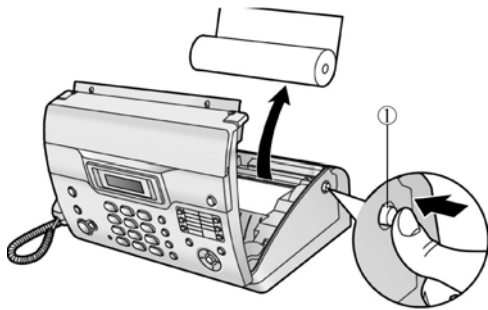

图 3-22 取出记录纸
① 断开电源线和电话线。
② 按下顶盖按钮（①）打开顶盖，小心地取出记录纸，如图 3-22 所示。